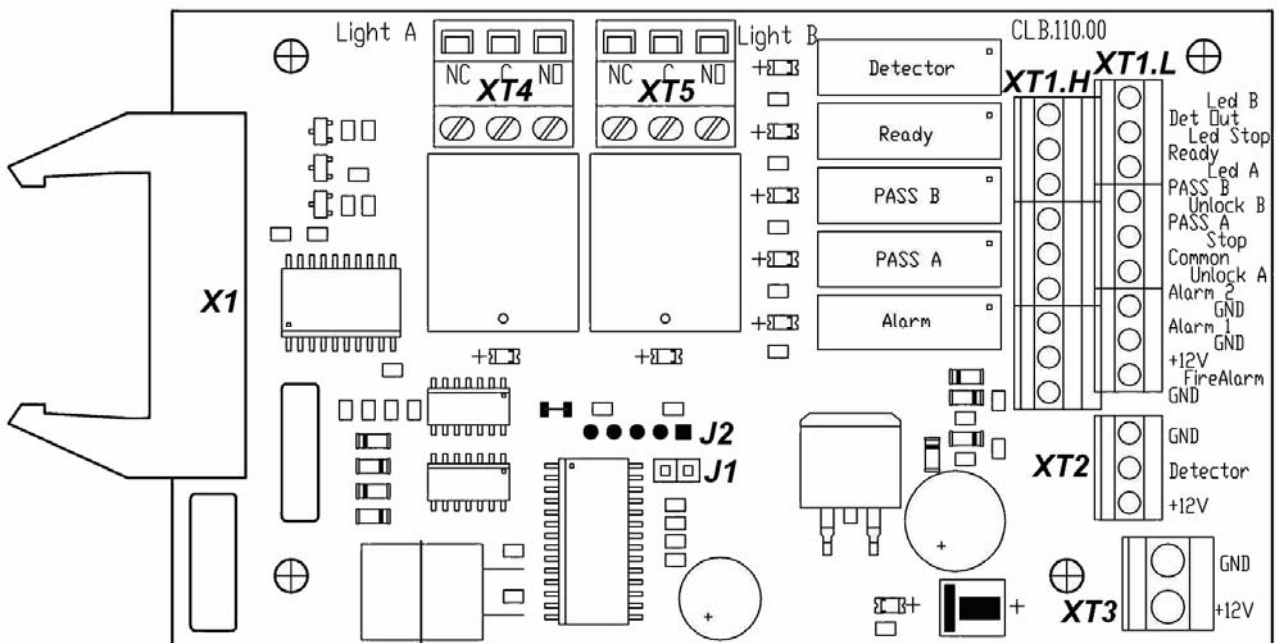
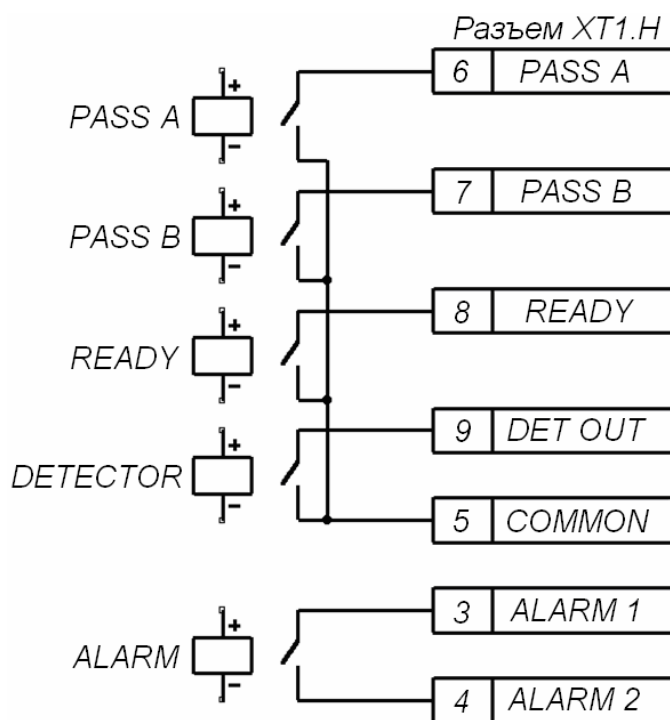

Рисунок 2 Внешний вид платы
Рисунок 6 Выходные каскады для *PASS A*, *PASS B*, *Ready*, *Det Out* и *Alarm*
5.2.5 На плате управления (см. рисунок 2) расположены:
5.4.3 Реле *PASS A* (контакты *PASS A* и *Common*), *PASS B* (контакты *PASS B* и *Common*), *Ready* (контакты *Ready* и *Common*), *Detector* (контакты *Det Out* и *Common*) и *Alarm* (контакты *Alarm 1* и *Alarm 2*) имеют нормально-разомкнутые контакты. При этом общий для этих реле контакт *Common* не соединен с минусом источника питания турникета. В исходном (неактивном) состоянии при включенном питании контакты реле *PASS A*, *PASS B*, *Ready* и *Detector* замкнуты (на обмотку реле подано напряжение), а контакты реле *Alarm* разомкнуты (напряжение на обмотку реле не подано). Факт срабатывания/отпускания реле *PASS A*, *PASS B*, *Ready*, *Detector* и *Alarm* можно определить по загоранию/гашению красных индикаторов, которые установлены вблизи указанных реле (см. рисунок 2). Выходные каскады для *PASS A*, *PASS B*, *Ready*, *Det Out* и *Alarm* – контакты реле (см. рисунок 6) со следующими характеристиками сигналов: